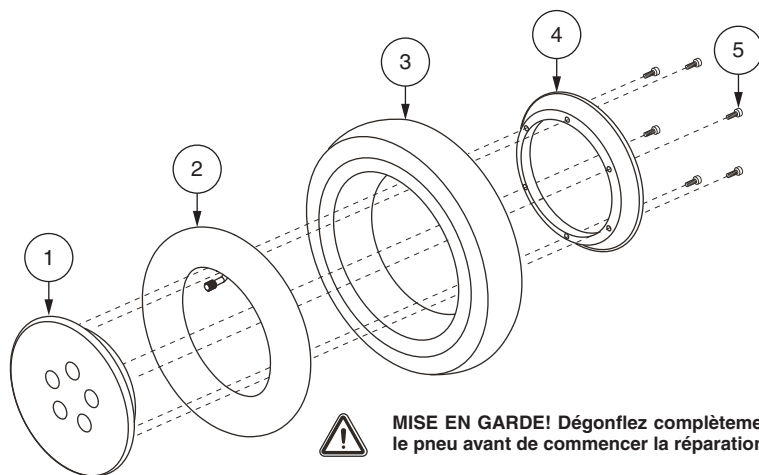

Figure 19. Roue motrice démontée Q6 Edge 2.0
6. Retirez les vis qui retiennent les deux parties de la jante ensemble. **Voir la figure 19.**
10. Réinstallez les cinq (5) écrous de roue sur le moyeu et resserrez.